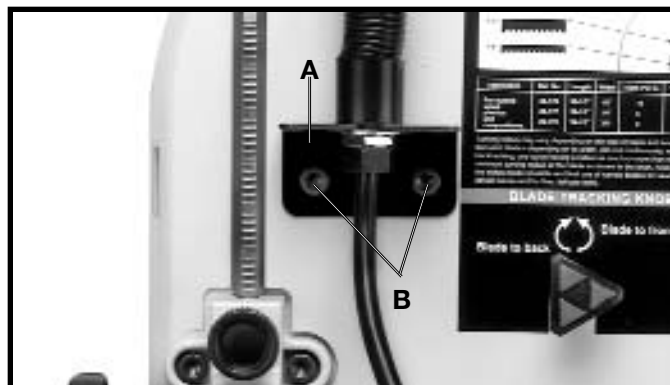

Fig. 13
1. Installer la fixation de la lampe (A) fig. 13, au couvercle supérieur de l'appareil en utilisant les deux vis d'assemblage à tête cylindrique M6x1x12 mm (B) et les rondelles freins de 6,4 mm (1/4 po) tel qu'illustré.